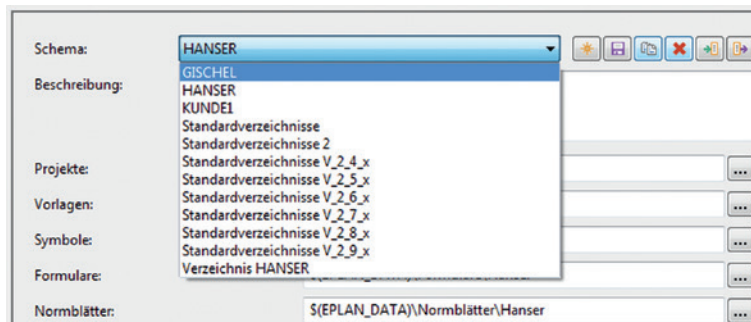

Bild 2.45 Standardverzeichnisse
- **Verzeichnisse** gibt einen kompletten Überblick der installierten Verzeichnisse für die verschiedenen Stammdaten und Datenbanken in EPLAN (Bild 2.45). Hier besteht auch die Möglichkeit, anhand eigener Schemata die Verzeichnisse »in einem Rutsch« umzustellen.